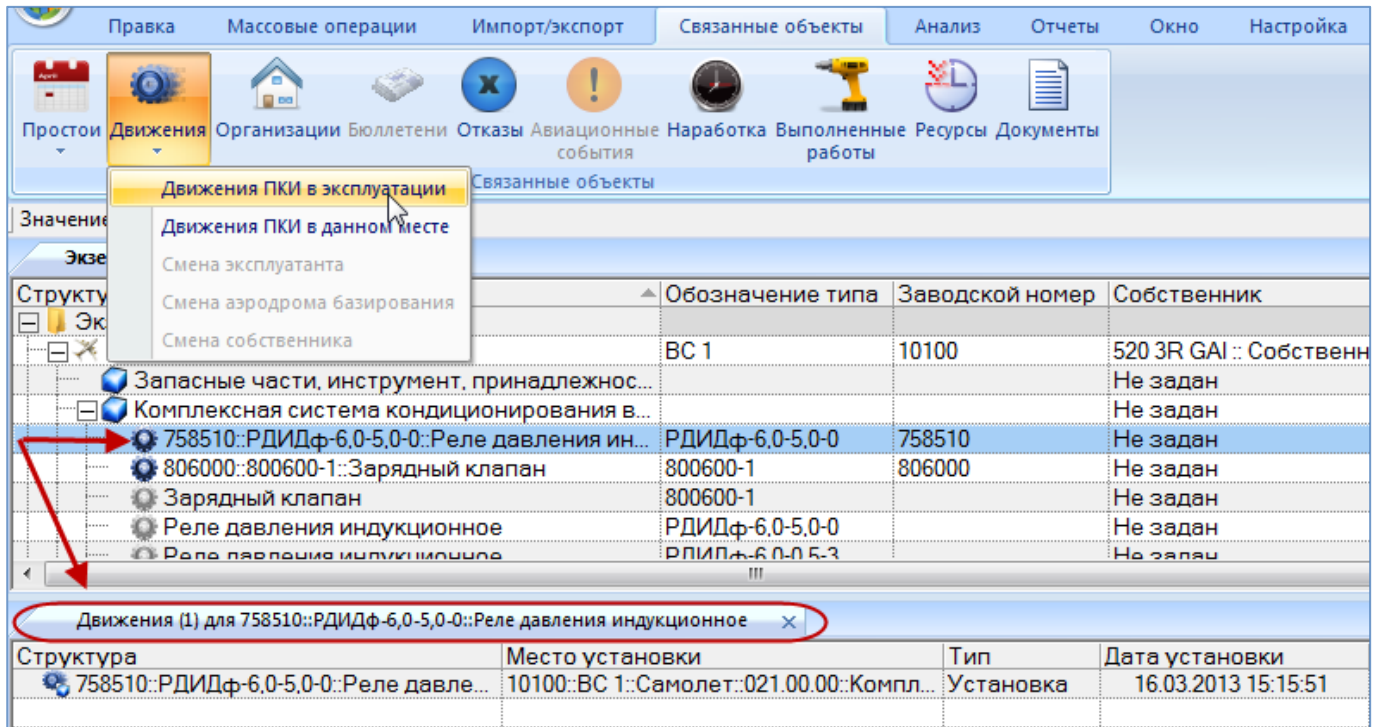

Рис. 13-126 – Окно связанных объектов «Движения ПКИ в эксплуатации»
3) Нажать кнопку «Движения» панели «Связанные объекты» и из раскрывшегося списка выбрать пункт «Движения ПКИ в эксплуатации» (рис. 13-126).
4) Открывается окно связанных объектов «Движения ПКИ в эксплуатации» для выбранного экземпляра ПКИ (рис. 13-126).